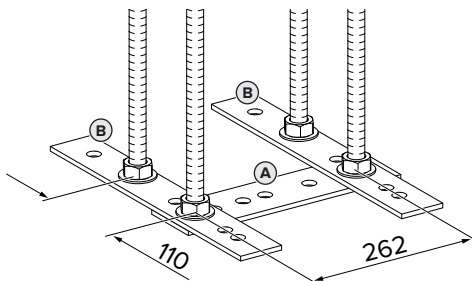
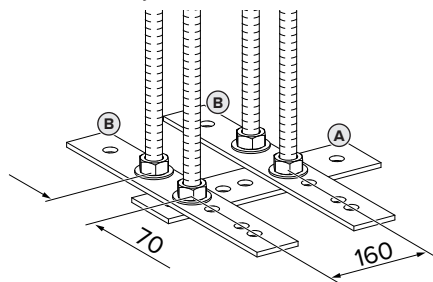

Fig. 1: Mått [mm]
Fig. 2: Mått [mm]
- Stick in gängstångarna under beaktande av måtten i Fig. 1 och Fig. 2 i plattstålen. Kontrollera att plattstålet (A) och plattstålen (B) har placerats med rätt vinkel (90°).